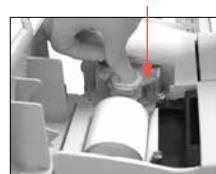

Abb. 2: Setzen Sie den neuen Pumpeneinsatz ein und drücken Sie die Pumpenwalze herunter
- Positionieren Sie den neuen Schlauchpumpeneinsatz mit nach unten gerichteten Stutzen neben den Pumpenmotor. Drehen Sie die Motorachse per Hand soweit, dass sie mit der Keilnut der Pumpenrolle abschließt. Richten Sie dann den Pumpeneinsatz mit der Motorachse aus und drücken Sie den Einsatz kräftig herunter, bis er richtig fest im Gehäuse sitzt (Abb. 2).
- Drücken Sie die Walze des Pumpeneinsatzes herunter, bis sie fest auf der Achse des Pumpenmotors sitzt (Abb. 2).